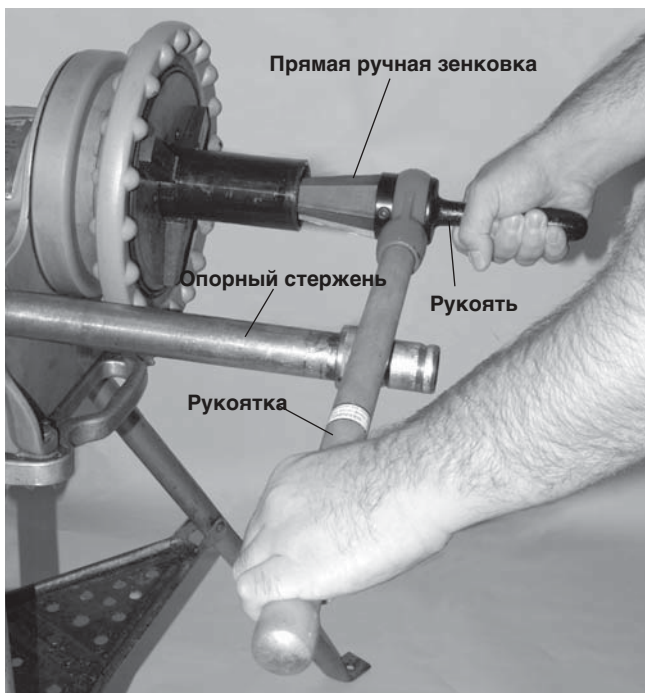

Рисунок 6 – Обработка трубы ручной зенковкой
4. Положите рукоятку на левый опорный стержень (рисунок 6), а правой рукой надежно держите зенковку за рукоять. Во избежание защемлений, пальцы не должны попадать между зенковкой и опорным стержнем.